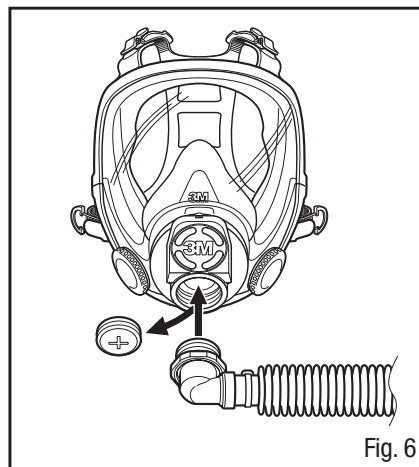

Fig. 6
1. Retirer l'obturateur pour masque complet 7890 3MMC et visser le tuyau de respiration dans l'orifice central (Fig. 6).